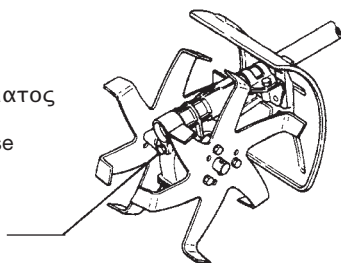

Fig. 3-8
- f. Supply proper amount of lithium-based grease, such as Shell Aluvania grease R2, Shell Aluvania EP grease 2, Mobile-Mobilux EP2 or equivalent after every 25 hours of use. (Fig. 3-8)
- f. Nach jeweils 25 Betriebsstunden ist ein Abfetten mit der erforderlichen Menge Lithiumbasisfett wie beispielsweise Shell Alvania R2, Shell Alvania EP 2 oder Mobile-Mobilux EP2 erforderlich. (Fig. 3-8)